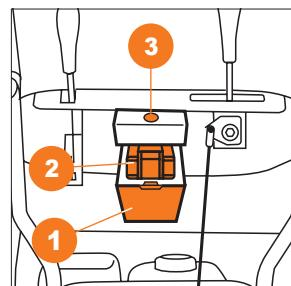

Рис. 21
- Откройте крышку 1 отсека для аккумулятора (Рис. 21).
- Установите аккумулятор 2 на место. Убедитесь в правильном расположении аккумулятора и соединении контактов (Рис. 21).
- Нажмите кнопку запуска 3 и удерживайте ее до момента запуска двигателя, но не более 5-ти секунд (Рис. 21)